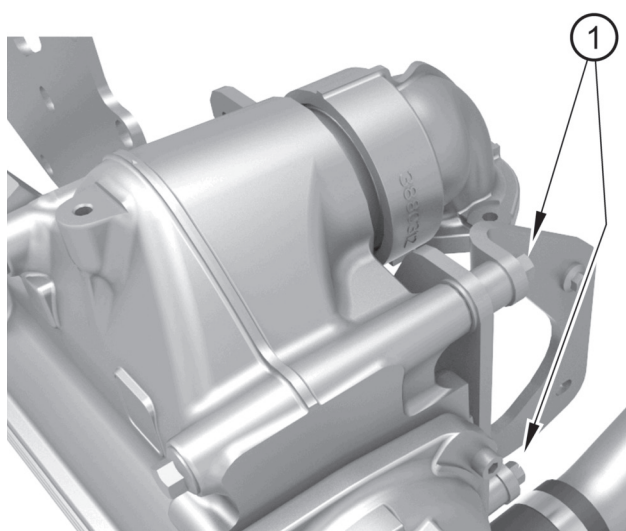

Figura 25
4. Rimuovere i bulloni che bloccano il gruppo sul retro (figura 25 voce 1).